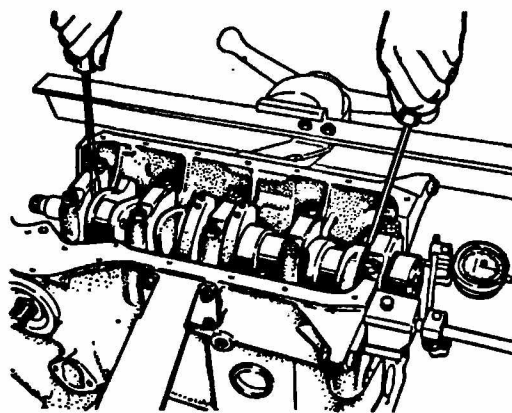

Рис. 2-39. Проверка осевого зазора коленчатого вала
- установите индикатор на магнитной подставке и вставьте концы двух отверток, как показано на рис. 2-39;